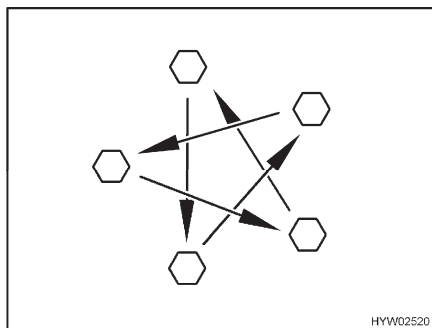

Fig. 224 Apretar las tuercas o los tornillos de las ruedas en forma de cruz
- Comprobar periódicamente que las tuercas o tornillos de las ruedas estén firmemente apretados. Reajustar en forma de cruz (Fig. 224) las tuercas o tornillos de las ruedas después de cambiar una rueda, al cabo de 50 km.